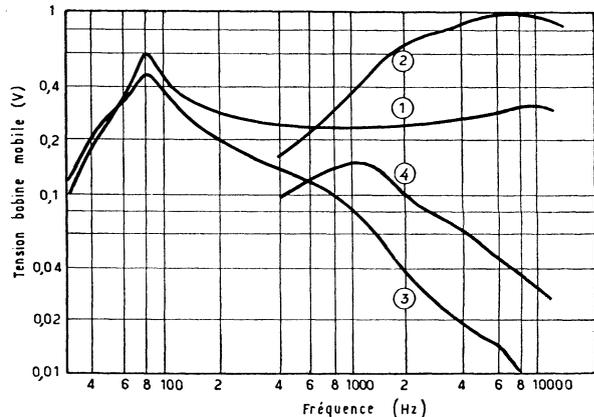

Fig. 5. — Courbes traduisant l'action du potentiomètre de dosage d'aiguës du récepteur « Olympia 574 W/L ». Entrée constante : 6 mV.
L'action du potentiomètre R 13 se traduit par les 4 courbes de la figure 5, où les courbes (1) et (2) représentent le niveau général (graves et aiguës) lorsque R 13 est au maximum d'aiguës. Les courbes (3) et (4) représentent ce que devient le niveau de graves et d'aiguës lorsque R 13 est au minimum d'aiguës. On voit que l'action de ce potentiomètre